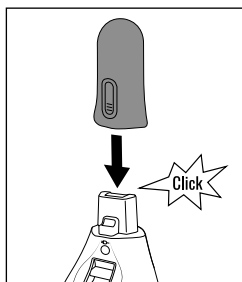

Fig. 4
- ◆ Encaixe a pega curta 25 cuidadosamente na unidade do motor 8, até prender de forma audível (ver fig. 4).